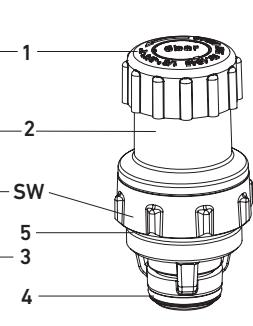

fig. 2a
Die Abdichtung zum Ventilgehäuse (3) erfolgt über O-Ringe. Beachten Sie, dass die beiden O-Ringe (4 + 5) am Ersatzoberteil (**s. Abb. 2a + 2b**) montiert sind und dass das Oberteilgewinde sowie die O-Ring Dichtbereiche im Ventilgehäuse (3) metallblank und sauber sind.
Abb./fig. 2a
L'étanchéité au corps de la soupape (3) s'effectue à l'aide de joints toriques. Veuillez prendre bonne note que les deux joints toriques (4 + 5) sont montés sur le chapeau de remplacement (**fig. 2a + 2b**) et que le filetage du chapeau ainsi que la zone d'étanchéité du joint torique au corps de la soupape (3) sont brillants et propres.
La tenuta del corpo della valvola (3) è assicurata da un O-ring. Fate attenzione che entrambi gli O-ring (4 + 5) siano montati sulla parte superiore sostitutiva (**vedi fig. 2a + 2b**) e che il filetto della parte superiore, come pure i punti di tenuta degli O-ring siano puliti e lucidi nel corpo valvola (3).
The valve casing (3) is sealed with an O-Ring. Take care that both O-Rings (4 + 5) are mounted on the upper part replacement (**s. fig. 2a + 2b**) and that the thread on the upper part as well as the sealing area adjacent to the O-ring on the valve casing (3) is shiny metal and clean.